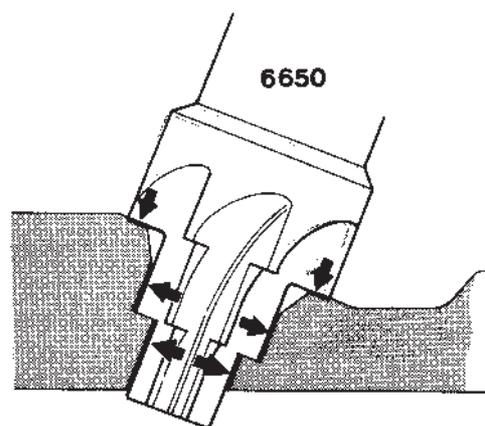

Fig. 156. Nettoyage de logement pour la douille en cuivre (2ème étape)
2. Nettoyer ensuite avec la fraise 6650 jusqu'à ce qu'elle vienne buter contre le plan, sous le cône et s'arrête de couper. La fraise coupe vers les flèches comme indiqué à la figure 156.